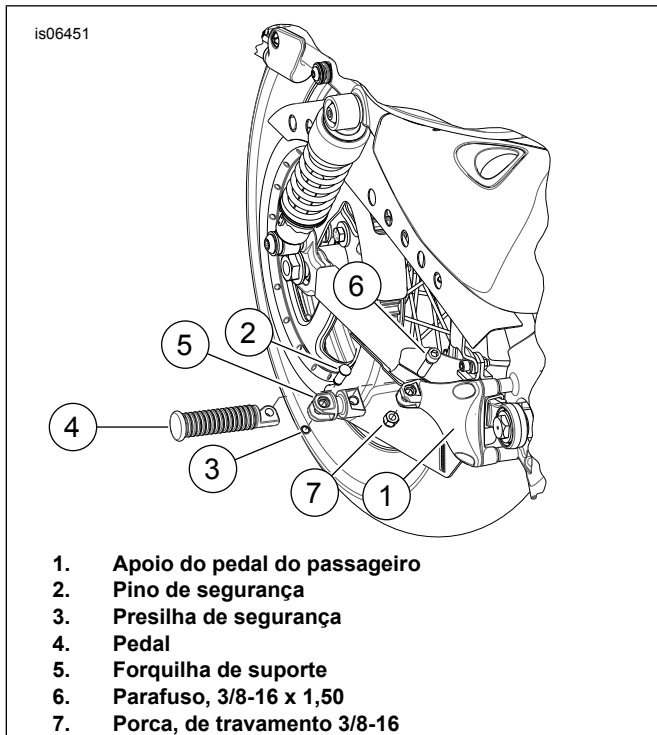

Figura 1. Instalação da forquilha de suporte
4. Veja Figura 1. Instale a forquilha de suporte (5) em cada apoio do pedal do passageiro (1) usando as ferragens encontradas no kit de alforje (6 e 7). Aperte a porca com torque de 13,6–21,7 N·m (10–16 ft·lbs).
5. Instale o pedal do passageiro (4) na forquilha de suporte (5) de acordo com as instruções do kit de apoio do pedal do passageiro, usando os pinos (2) e as presilhas de segurança (3).